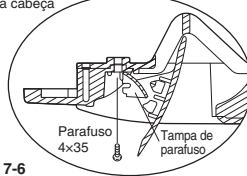

Fig. 7-6
- (7) Ajuste os parafusos fornecidos nos orifícios no centro do painel (2 pontos, frente e traseira) e, em seguida, aperte-os. Como mostrado na Fig. 7-6, abra a tampa de parafuso no centro da saída de descarga, insira e aperte o parafuso e, em seguida, feche a tampa de novo.